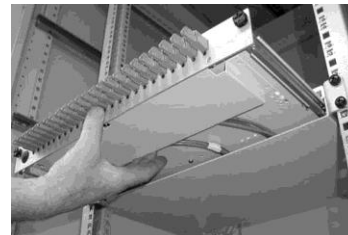

Bild 26
- Beim weiteren Zurückschieben des Auszuges in die Schublade ist darauf zu achten, dass die Bündelreserve unterhalb des Auszuges nicht zwischen Auszug und Gehäuse eingeklemmt wird. Gegebenenfalls die Bündeladerreserve dazu mit der Hand fixieren und führen (Bild 26).